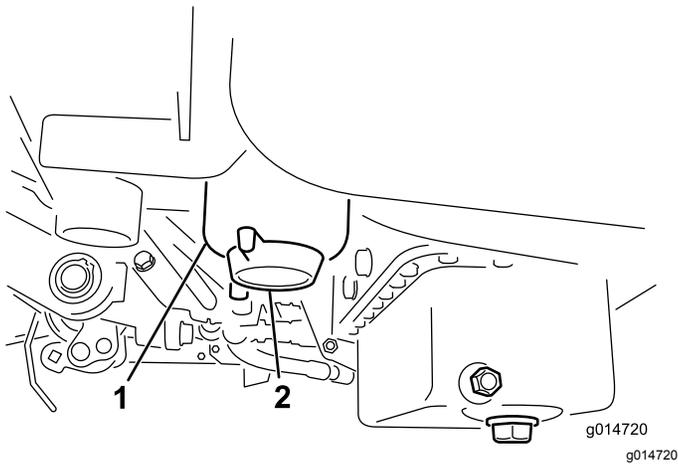

図 34
3. 燃料フィルタについているドレンプラグを1回転ほど開き、内部にたまっている異物を流し出す 図 34。